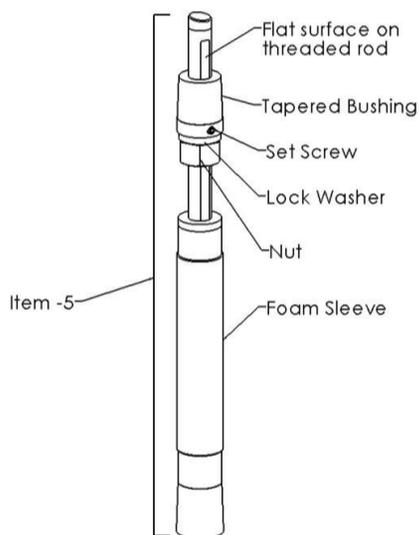

FIGURE 3
10. Avant de fixer le produit de poteau entre le sol et le plafond, assurez-vous que la vis de réglage est alignée avec la surface plate sur la tige filetée. **IMPORTANT:** la vis de réglage ne doit pas être serrée à ce stade. La douille conique doit pouvoir glisser de haut en bas sur la tige filetée. (Voir figure 3)
14. Une fois le poteau fixé entre le sol et le plafond, utilisez la clé Allen (Item-8) pour serrer la vis de réglage contre la surface plate de la tige filetée. (Voir figure 3)
15. Faites glisser le manchon en mousse vers le haut pour couvrir la tige filetée et la bague conique décrites à la figure 3.